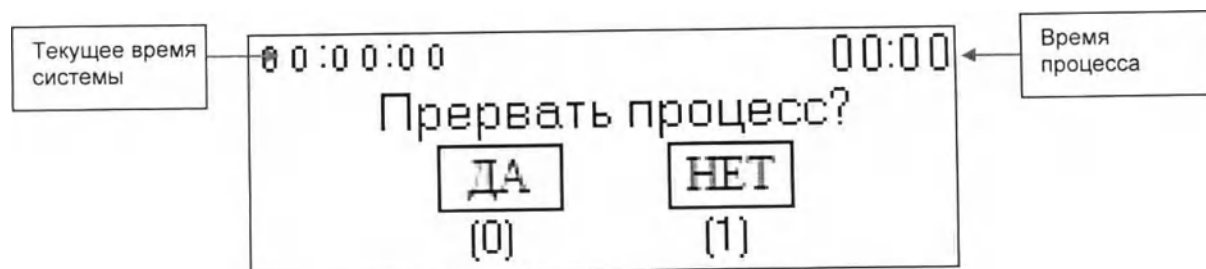

Рисунок 14
- В случае необходимости, можно прервать цикл обеззараживания на любом из его этапов, для этого нажмите клавишу «F», появится окно подтверждения остановки процесса (рис. 14).